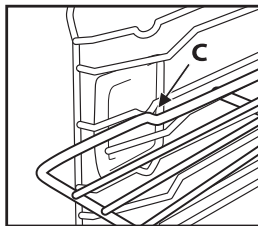

Fig. 3
3. Coloque nuevamente la parrilla en posición horizontal y empujela hasta el fondo "C" (Fig. 3).